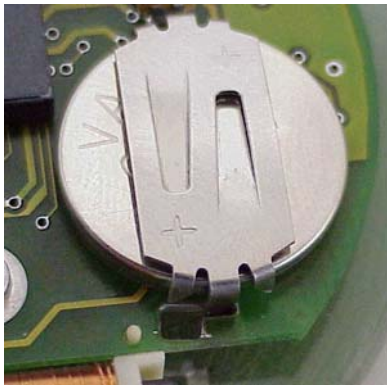

Figura 3
6. Agganciare nuovamente la staffa della batteria nella scheda (Figura 3).